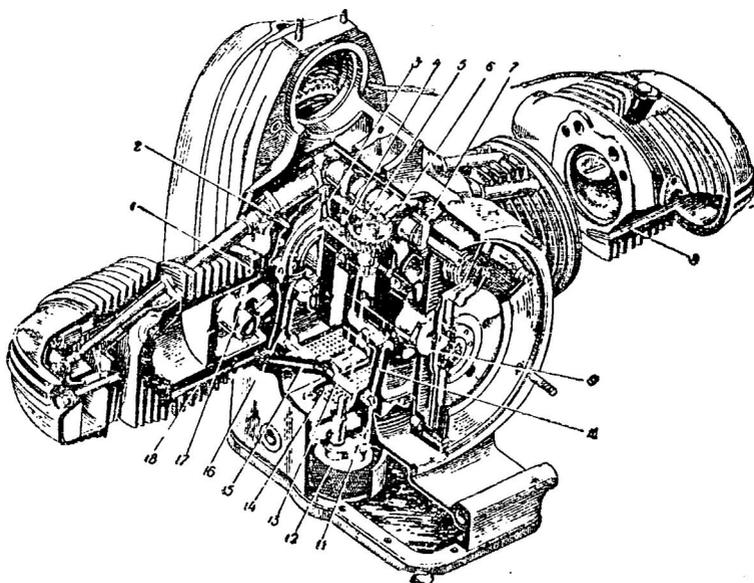

Рис. 18. Система смазки двигателей М-61 и М-62:
**Система смазки двигателей М-61 и М-62 (рис. 18).** Система смазки этих двигателей аналогична системе смазки двигателя К-750 и отличается от последней только смазкой расположенного в головке клапанного механизма.